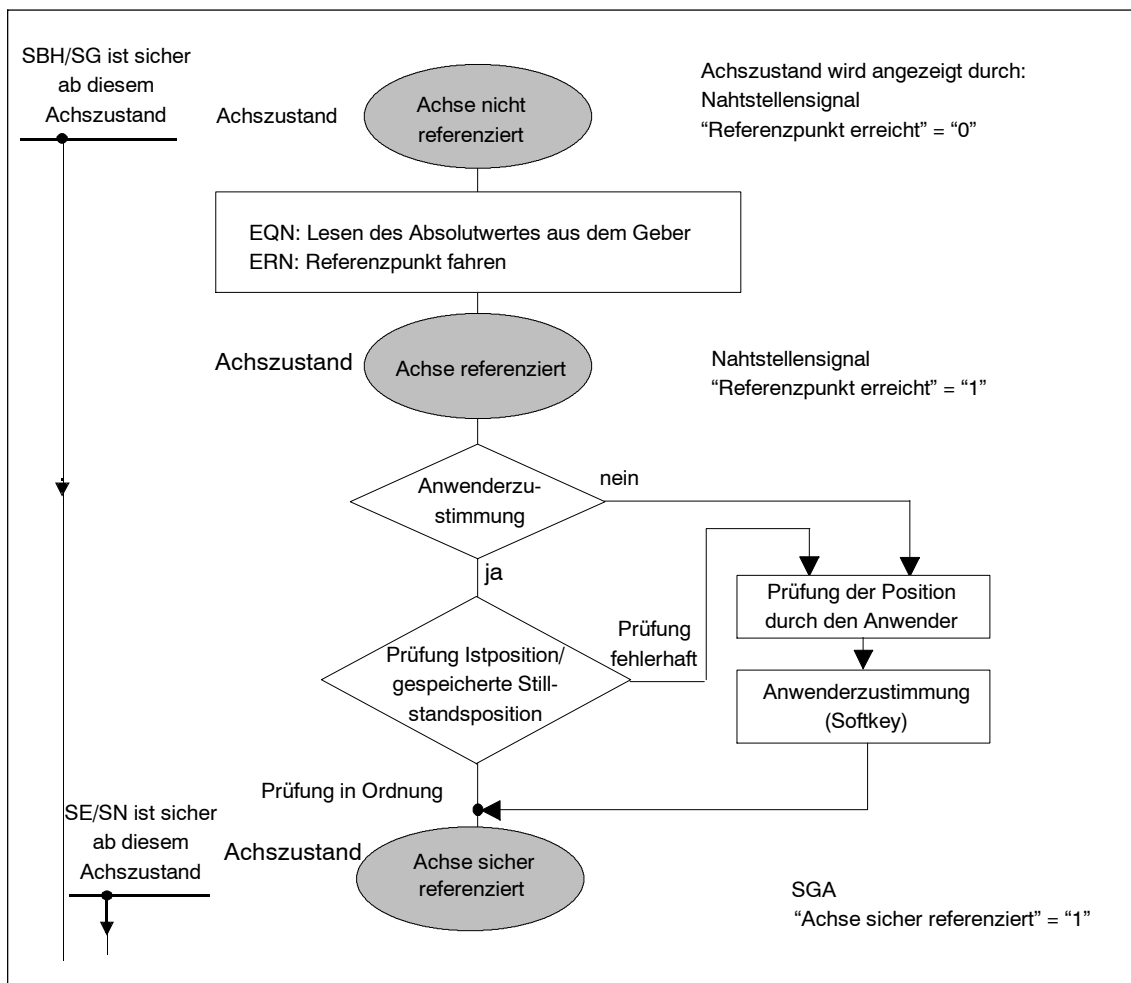

Bild 5-5 Achszustände beim Referenzieren
(siehe Bild 5-5 "Achszustände beim Referenzieren")
Bei **inkrementellen Gebern** geht beim Ausschalten der NC der Lageistwert verloren. Nach dem Einschalten der NC ist ein Referenzpunktfahren durchzuführen. Wird das Referenzpunktfahren korrekt durchgeführt, so ist die Achse referenziert und der Achszustand "Achse referenziert" erreicht (siehe Bild 5-5 "Achszustände beim Referenzieren").
Im Gegensatz zu einem inkrementellen Geber ist bei einem **absoluten Geber** kein Referenzpunktfahren nach dem Einschalten der NC notwendig. Diese Geber führen die absolute Lage über ein z.B. mechanisches Getriebe sowohl im bestromten als auch im stromlosen Betrieb mit. Die Übertragung der absoluten Lage erfolgt implizit beim Einschalten der NC über eine serielle Schnittstelle. Nach der Übertragung und dem Einrechnen des Verschiebewertes ist ebenfalls der Achszustand "Achse referenziert" erreicht (siehe Bild 5-5 "Achszustände beim Referenzieren").
- eine gespeicherte und gesetzte Anwenderzustimmung und eine gespeicherte Stillstandsposition beim Ausschalten vorhanden sein. Dabei muß die Lage der gespeicherten Daten mit der aktuellen Lage innerhalb eines Toleranzfensters übereinstimmen. Die Überprüfung erfolgt sowohl im Antrieb als auch in der NC. (siehe Bild 5-5, "Achszustände beim Referenzieren").
Das Löschen der Anwenderzustimmung kann sowohl vom Anwender als auch durch eine Funktionsanwahl (z.B. neue Getriebestufe) als auch durch einen fehlerhaften Zustand (z.B. eine Inkonsistenz der Anwenderzustimmung zwischen NC und Antrieb) erfolgen. Ein Löschen der Anwenderzustimmung setzt dabei immer den Achszustand "Achse sicher referenziert" zurück (siehe Bild 5-5 "Achszustände beim Referenzieren").